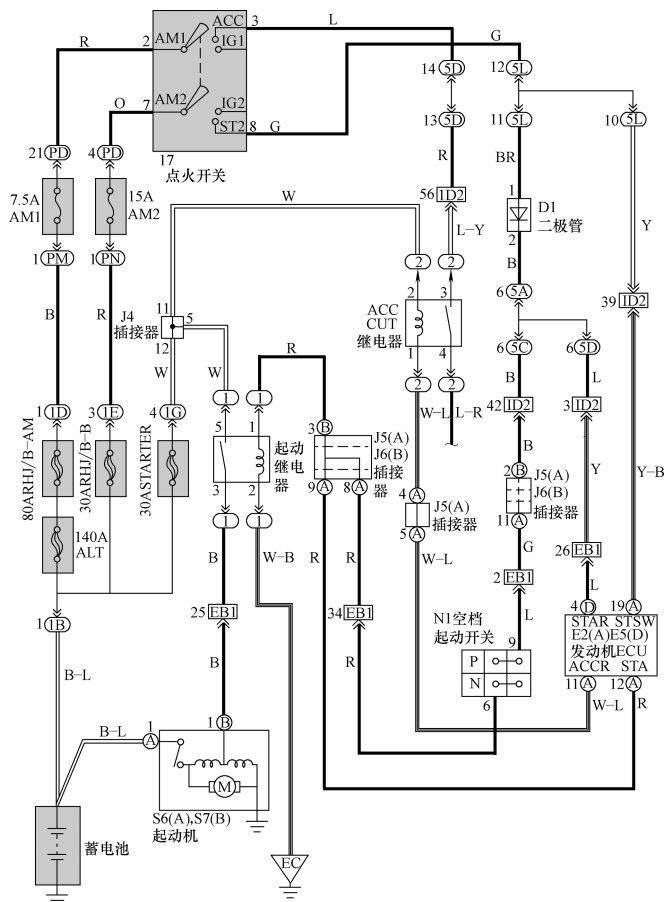

图 4-37 丰田皇冠起动电路图
(1) **起动信号** 蓄电池→接线盒 1B→30ARHJ/B-B→接线盒 1E→接线盒 PN→15A (AM2) 熔丝→接线盒 PD→点火开关#7→点火开关#8→继电器盒 5L→线束插接器 ID2→发动机 ECU (E2-19)。发动机 ECU 检测到起动信号，然后向起动机供电，直到发动机 ECU 判断系统已经起动成功，目的是减少点火钥匙的持续时间。发动机 ECU 接收到起动信号后，紧接着对相关传感器信号进行检测、计算。这包括驻车档/空档位置信号的检测，只有当汽车变速杆处于 P 或 N 位时，汽车才能起动，如图 4-37 所示。